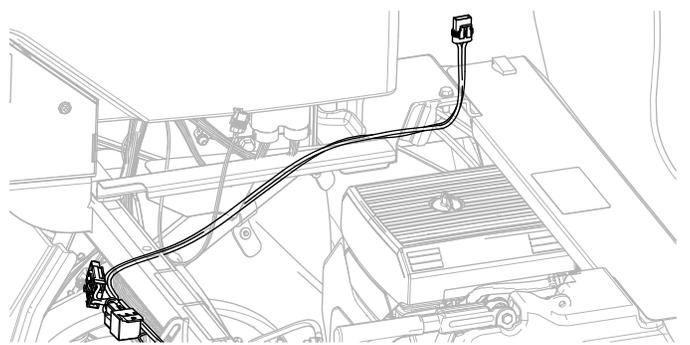

Figura 5
2. Disponete il cablaggio preassemblato di alimentazione sotto il lato destro del tubo di supporto dell'ammortizzatore e sotto il coperchio inferiore della console (Figura 5).